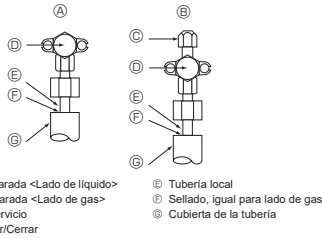

Fig. 4-4
4.4. Método de prueba de estanqueidad de la tubería de refrigerante (Fig. 4-4)